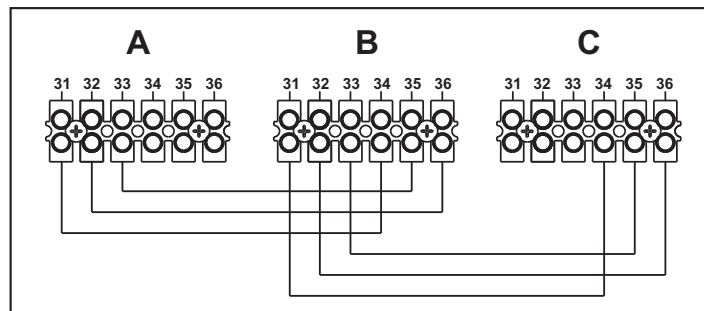

fig. 53 - Conexión en cascada
1. Conecte los módulos como se indica en la fig. 53 (ejemplo con 3 módulos).
Si el funcionamiento no es correcto, desconecte la alimentación eléctrica y controle el cableado en la fig. 53.